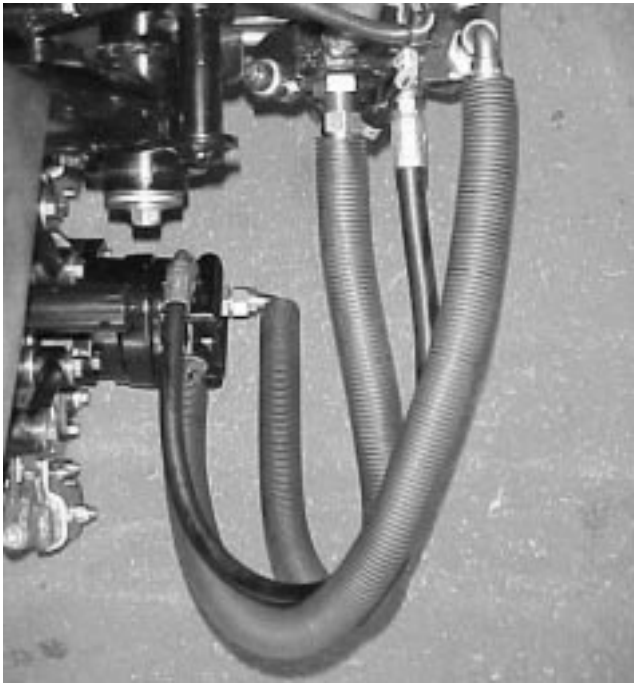

Figura 20
**Importante** As mangueiras não podem ter nós nem dobras e as mangueiras da unidade de corte traseira têm que ser introduzidas como se mostra na figura 20. Levante as unidades de corte e mova-as para a esquerda (só para o modelo 03201). As mangueiras da unidade de corte traseira não podem tocar no suporte do cabo de tracção. Volte a colocar as juntas e/ou mangueiras, se for necessário.